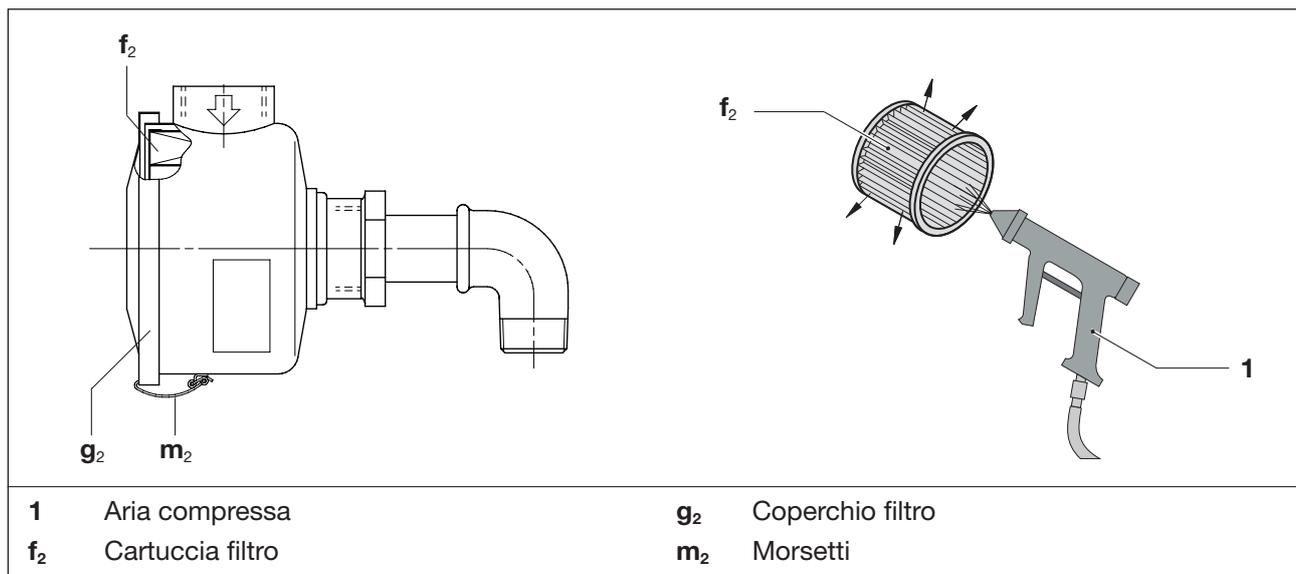

Fig. 8 Filtro aspirazione ermetico
La cartuccia del filtro (Fig. 8/f₂) del filtro di aspirazione a tenuta di vuoto (Fig. 2/S) deve essere pulita mediante soffiaggio mensilmente o in funzione dello sporco presente.
- Allentare i morsetti (Fig. 8/m₂) sul coperchio del filtro (Fig. 8/g₂).
- Rimuovere la cartuccia del filtro (Fig. 8/f₂) dal filtro e pulirla o sostituirla.
- Rimettere la cartuccia del filtro nel filtro e fissare il coperchio del filtro (Fig. 8/g₂) con i morsetti.